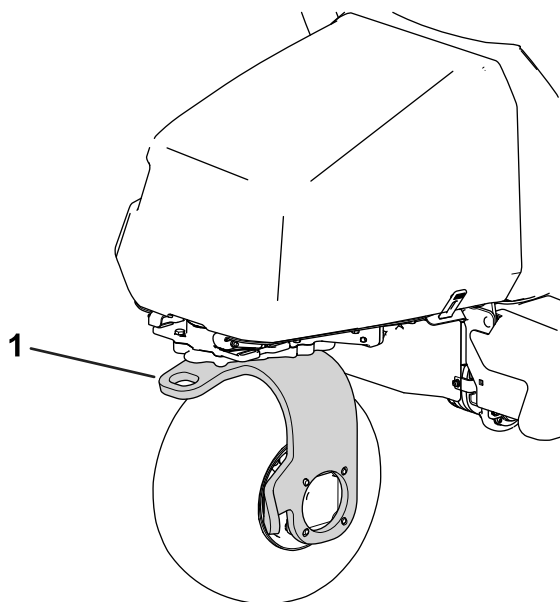

図 37
13. マシンの後キャストフォークに牽引ロープを取り付けて牽引する図 37。